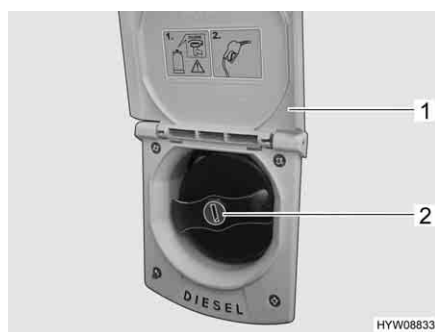

Fig. 44 Bocchettone di riempimento per il rifornimento di carburante
- Alzare lo sportello (Fig. 44,1) verso l'alto.
- Inserire la chiave nel cilindro della serratura (Fig. 44,2) e ruotare in senso antiorario.